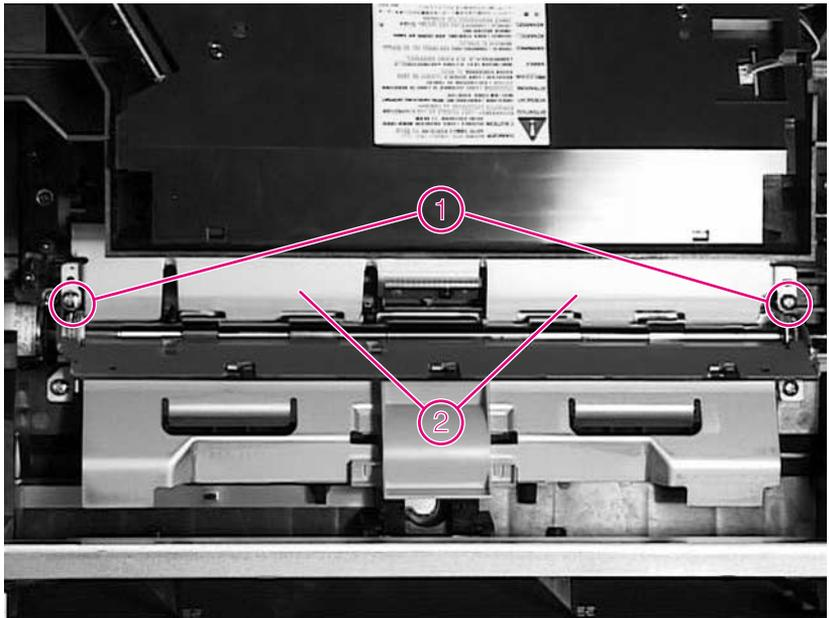
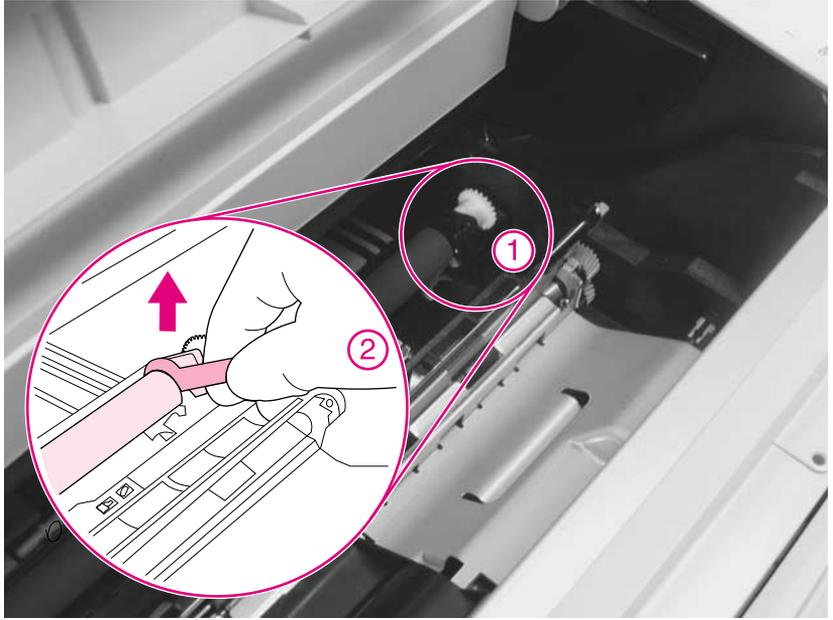

图 2 卸下金属板
图 3 脱开转印滚筒（右侧）
- 1 面向打印机前部，打开顶盖，提起定位组件右侧的小绿色手柄，露出转印滚筒上方的金属板（图 2，编号 2）。
- 转印滚筒的右侧用铰链夹固定（图 3，编号 1）。使用转印滚筒拆卸工具钩住此夹左侧的金属轴（详图 2），然后竖直向上提起转印滚筒，将转印滚筒从铰链夹上分开。